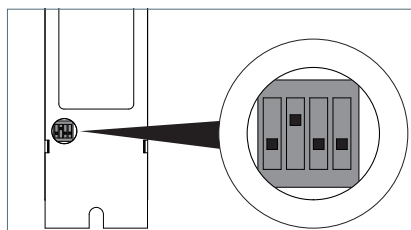

Fig. 30: Posizione dell'interruttore DIP per la funzione Simple Group Control.
- ▶ Mettere l'interruttore DIP n. 2 sulla posizione "ON"; vedi Fig. 30.